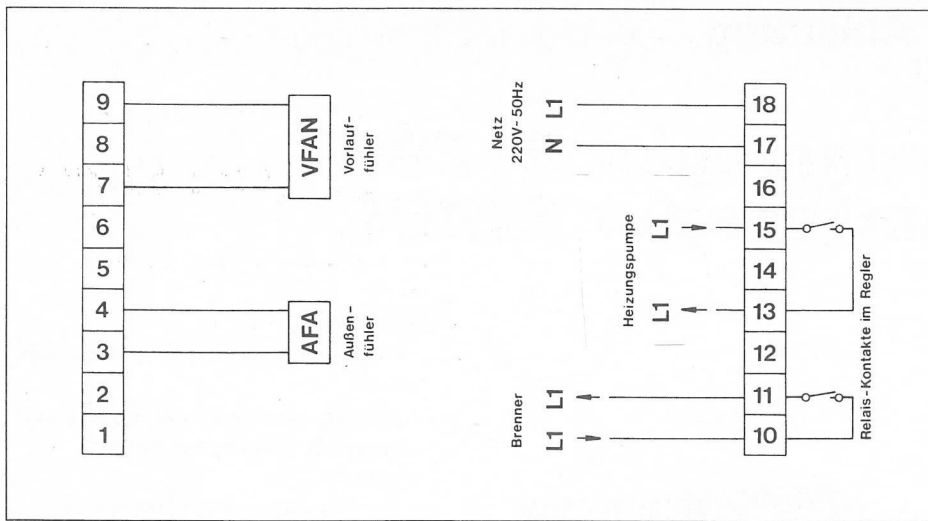

Bild 3 Anschlußschema zu 2.1.1
2.1.1 Witterungsabhängige Vorlauftemperaturregelung ohne Fernbedienung (Bild 3)